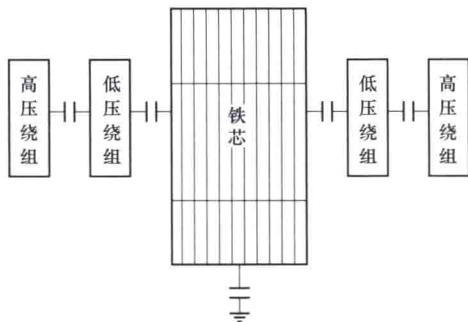

图 1-8 绕组安置示意
(2) 绕组。绕组是变压器的电路部分。通常降压变压器的低压绕组在里面，高压绕组在外面，由于变压器铁芯是接地的，低压绕组对铁芯的绝缘要求低，故将低压绕组靠近铁芯，另外，把高压绕组安置在外面也便于引出到分接开关，如图 1-8 所示。